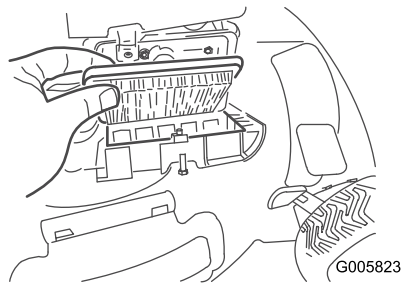

Bild 17
2. Tauschen Sie den Luftfilter aus (Bild 17).